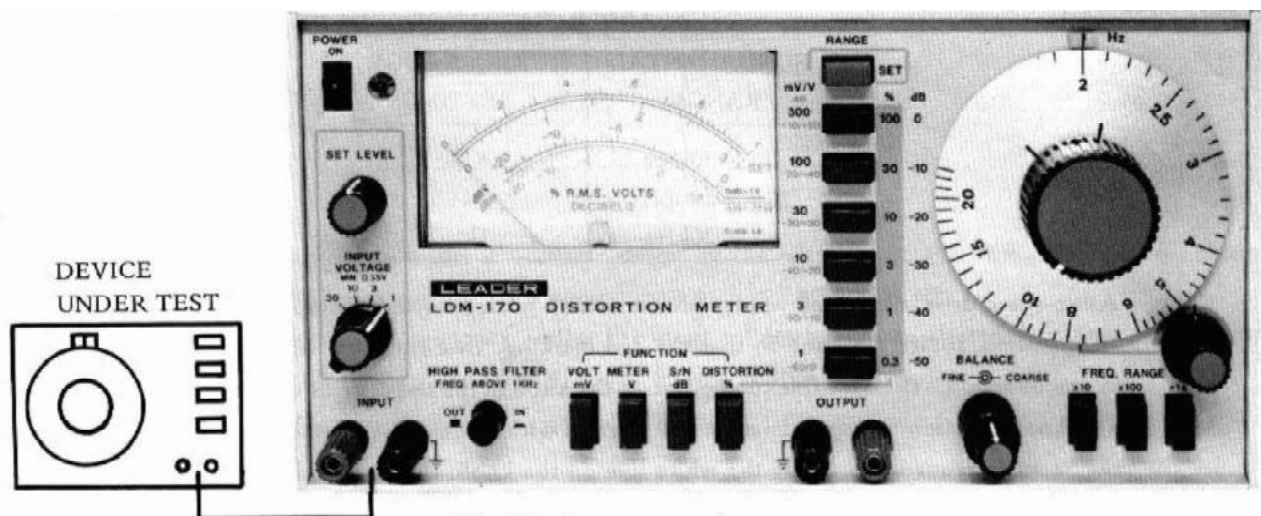

Fig. 2-2 Input connections.
3. Schließe das Ausgangskabel der Testschaltung an die Eingangsklemme (INPUT) des LDM-170 an. Ein Beispiel zeigt in *Fig. 2-2*.